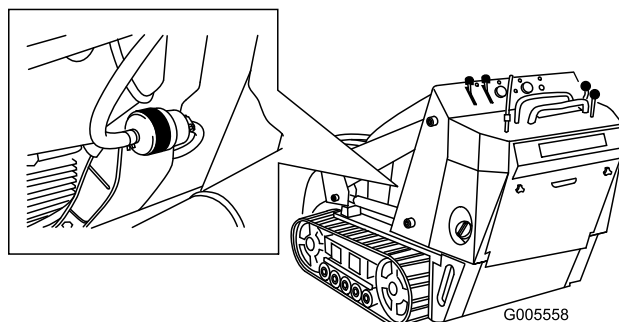

Figure 40
4. Raccordez les conduites d'alimentation de chaque côté du filtre avec des colliers (Figure 40).
5. Pincez les extrémités des colliers et éloignez les colliers du filtre (Figure 40).